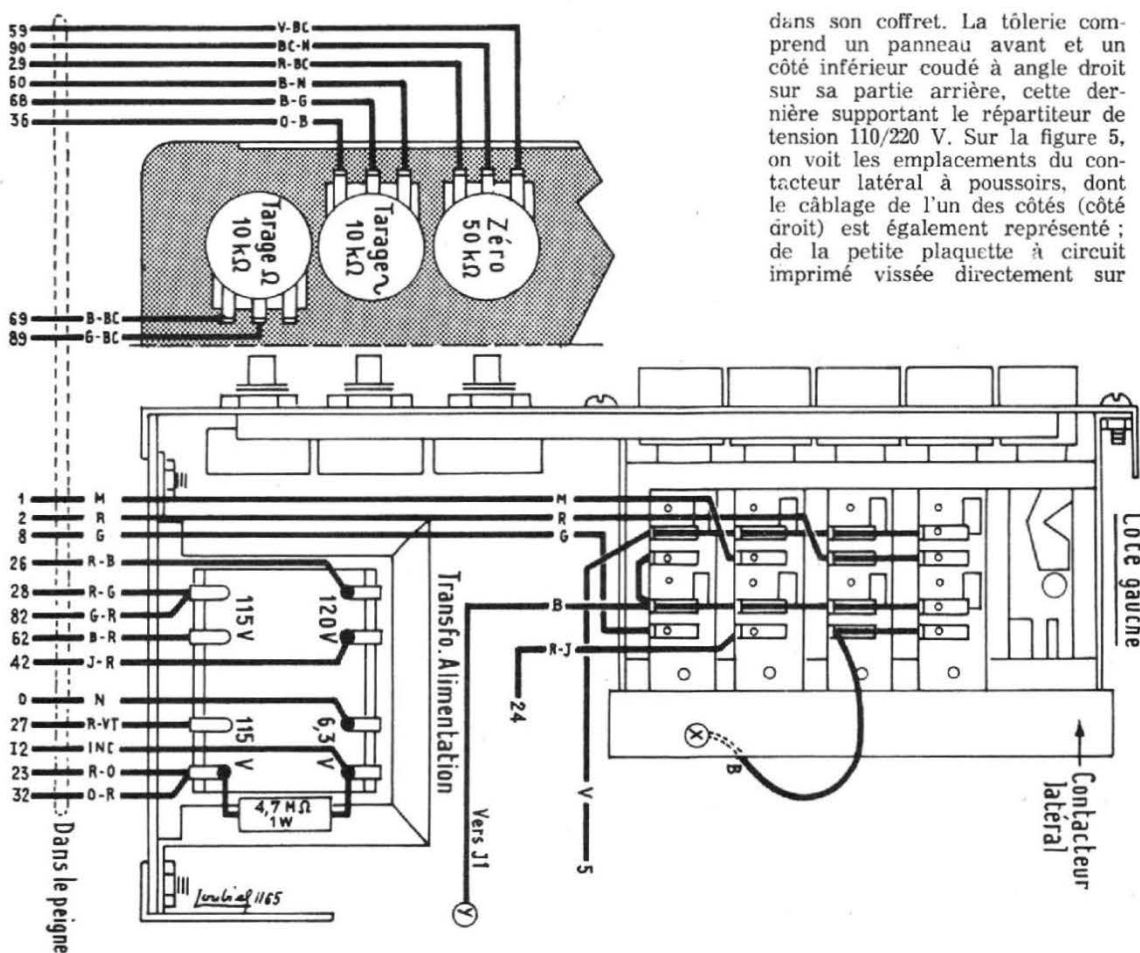

Fig. 4. — Câblage du contacteur à poussoir (côté gauche) des potentiomètres de réglage et du transformateur d'alimentation
Câbler ensuite le commutateur à poussoir dont le côté gauche est visible sur le plan de la figure 4 et le côté droit sur la figure 5. La figure 4 montre le côté droit de l'appareil avec le câblage du transformateur d'alimentation et des trois potentiomètres.
teur central rotatif, avec une dérivation de deux conducteurs reliés à une commutation (fils incolore 12 et gris 8) ; sous les cosses inférieures du transformateur d'alimentation, avec une dérivation de 10 fils (26, 28, 82, 62, 42, 0, 27, 12, 23, 32) reliés aux cosses de ce transformateur ; à l'arrière des trois potentiomètres, avec dérivation de 8 fils (59, 90, 29, 60, 68, 36, 69, 89). Le peigne longe ensuite le côté droit du contacteur à poussoir avec dérivation de 4 fils (1, 2, 8, 5) vers des cosses du côté gauche du commutateur à poussoir (voir figure 4), dérivation d'un fil (9) vers le commutateur, ce fil étant relié directement à une cosse du côté droit du commutateur, elle-même reliée à une cosse du côté gauche (liaison X). Les autres dériviatives du peigne concernent les 7 liaisons aux cosses du côté droit du commutateur (89, 69, 7, 82, 23, 3, 4). Le peigne passe ensuite sous la plaquette à circuit imprimé de l'appareil de mesure et ses trois liaisons terminales sont constituées par les fils 3, 4 et 5 reliés à des cosses de la barrette du circuit imprimé principal.
Les dernières liaisons restant ensuite à effectuer sont celles de la barrette à 7 cosses du petit circuit imprimé : rouge-bleu, rouge, noir, orange-bleu, rouge-orange, vers des cosses du côté droit du commutateur à poussoir (voir figure 5) ; rouge-jaune, vers une cosse du côté gauche du commutateur à poussoir (liaison 24 de la figure 4) ; incolore, vers le commutateur rotatif (liaison 13 indiquée sur les figures 2 et 5).
Le commutateur à poussoir est enfin une cosse de son côté gauche (voir figure 4) reliée par le fil Y à la douille d'entrée J. Rappelons que la douille de masse J, isolée du châssis métallique, est reliée à ce châssis par l'ensemble C₁-R₁₀, de 1 000 pF 10 M Ω , bien qu'elle soit marquée sur le panneau avant de l'appareil par le signe de masse.